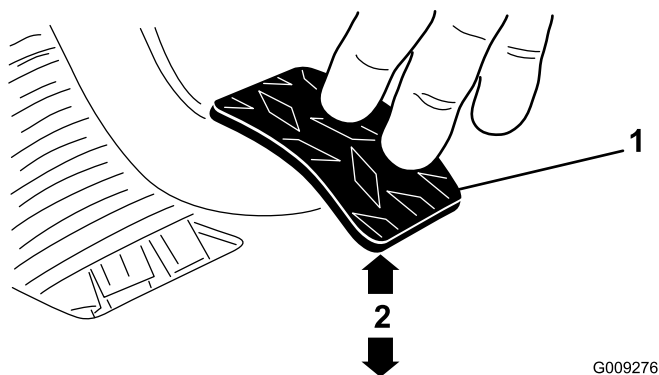

Figura 70
3. Regolate i controdadi o il giunto a sfera fino a quando, applicando sul pedale una forza di 1,8 kg, il bordo inferiore posteriore del pedale della frizione si trova a una distanza di $9,5 \pm 0,3$ cm dalla superficie con motivo a rombi del pianale del veicolo (**Figura 70**).